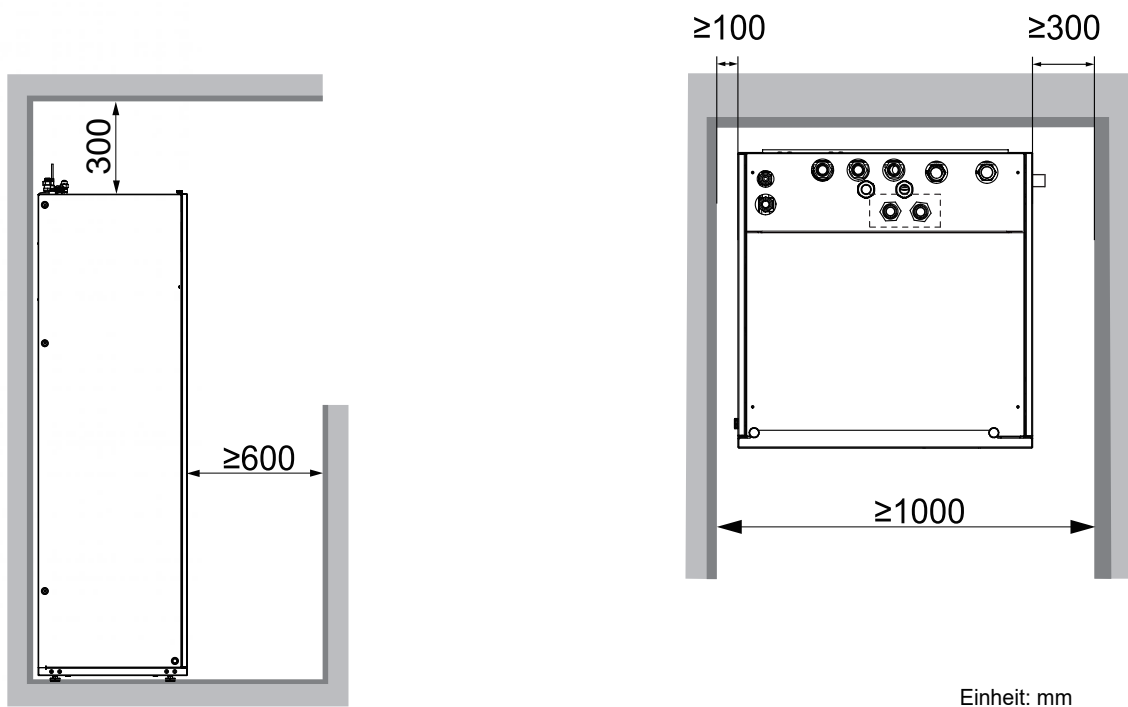

Abb. 4-2
- Der Raum um das Gerät herum muss für die Wartung ausreichend sein (siehe Abb. 4-2).